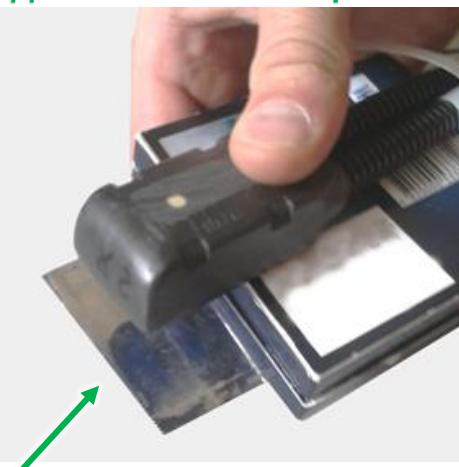
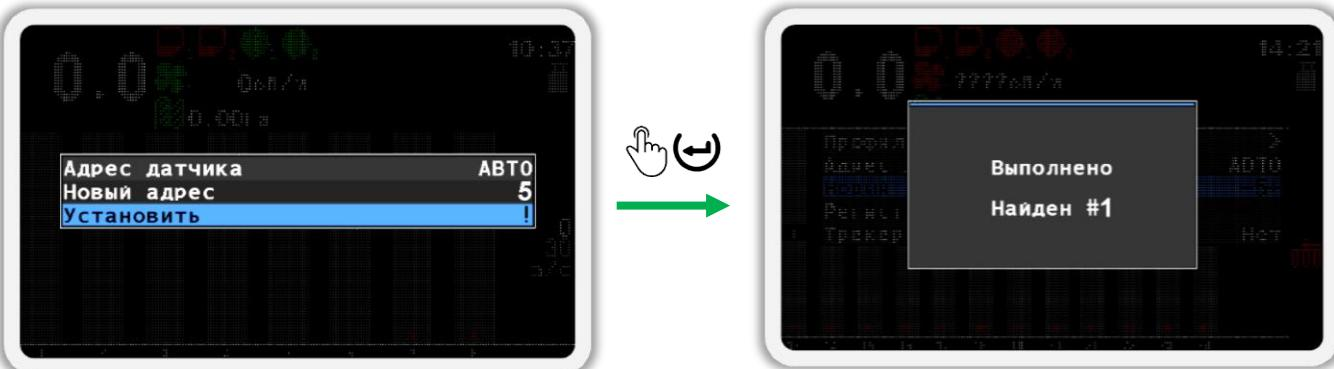
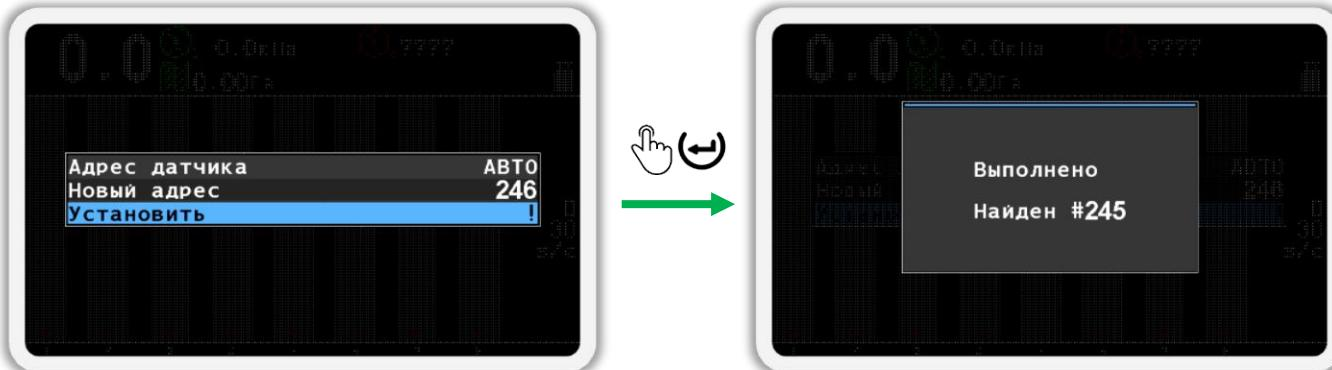

Рисунок 74
Рисунок 76
Рисунок 78
- Выйдите из меню «Настройки» (см. Рисунок 74 п.1) и вернитесь в меню главного экрана. Для этого нажмите кнопку  «Назад».
- Выберите пункт меню  «Сервис» (см. Рисунок 74 п.2) и нажмите кнопку  «Меню». В результате на экране будет показано меню «Сервис» (см. Рисунок 74 п.3).
- Выберите пункт меню  «Конфигурация датчиков» и нажмите кнопку  «Меню». В результате будет показано меню «Конфигурация датчиков» (см. Рисунок 74 п.4).
2. В экране меню «Конфигурация датчиков» (см. Рисунок 74 п.4), кнопками  «Вверх» и  «Вниз» выберите пункт  «Датчик высева» и нажмите кнопку  «Меню». В результате откроется меню «Датчик высева». (см. Рисунок 76 слева).
3. Кнопками  «Вверх» и  «Вниз» выберите пункт  «Адрес датчика» и убедитесь, что выбрано значение «АВТО» (см. Рисунок 76 слева). Для изменения этого параметра используются кнопки  «Плюс» и  «Минус».
4. Кнопками  «Вверх» и  «Вниз» выберите пункт  «Новый адрес» и кнопками  «Плюс» и  «Минус» задайте новый программный адрес (см. Рисунок 76 слева).
5. Кнопками  «Вверх» и  «Вниз» выберите пункт  «Установить» и нажмите кнопку  «Меню». В результате удачного переименования на экран будет выведено сообщение - «Выполнено» (см. Рисунок 76 справа).
1. В экране меню «Конфигурация датчиков» (см. Рисунок 74 п.4), кнопками «Вверх» и «Вниз» выберите пункт «Датчик давления» и нажмите кнопку «Меню». В результате откроется меню «Датчик давления» (см. Рисунок 78 слева).
2. Кнопками «Вверх» и «Вниз» выберите пункт «Адрес датчика» и убедитесь, что выбрано значение «АВТО» (см. Рисунок 78 слева). Для изменения этого параметра используются кнопки «Плюс» и «Минус».
3. Кнопками «Вверх» и «Вниз» выберите пункт «Новый адрес» и кнопками «Плюс» и «Минус» задайте новый программный адрес (см. Рисунок 78 слева).
4. Кнопками «Вверх» и «Вниз» выберите пункт «Установить» и нажмите кнопку «Меню». В результате удачного переименования на экран будет выведено сообщение - «Выполнено» (см. Рисунок 78 справа).
- В экране меню «Конфигурация датчиков» (см. Рисунок 74 п.4), кнопками «Вверх» и «Вниз» выберите пункт «Концентратор-8» и нажмите кнопку «Меню». В результате откроется меню «Концентратор-8» (см. Рисунок 80).